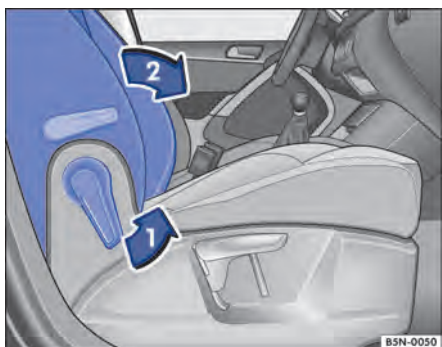

Fig. 72 Rebater o encosto do banco do passageiro dianteiro para frente.
- Destruar o encosto do banco do passageiro dianteiro no sentido da seta → Fig. 72 ①.
- Rebater o encosto do banco do passageiro dianteiro para frente no sentido da seta → Fig. 72 ② para a posição horizontal.
- Para rebater de volta, destravar novamente o encosto do banco do passageiro dianteiro → Fig. 72 ①.